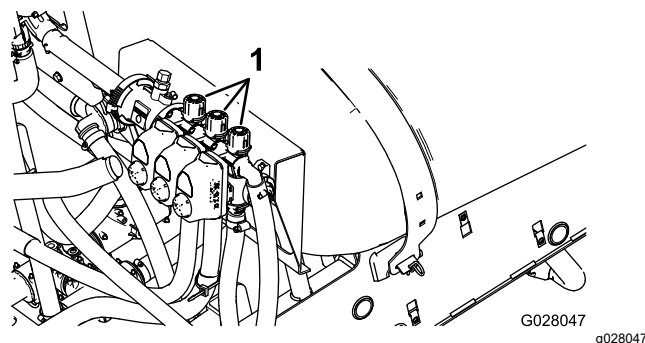

Figure 85
2. Désactivez la section gauche et réglez le bouton de dérivation de la section gauche (Figure 85) jusqu'à ce que la pression indiquée corresponde à celle réglée précédemment (généralement 2,75 bar).
4. Réglez la vanne de dérivation de la section droite (Figure 85) jusqu'à ce que la pression indiquée corresponde à celle réglée précédemment (généralement 2,75 bar).
6. Réglez la vanne de dérivation de la section centrale (Figure 85) jusqu'à ce que la pression indiquée corresponde à celle réglée précédemment (généralement 2,75 bar).